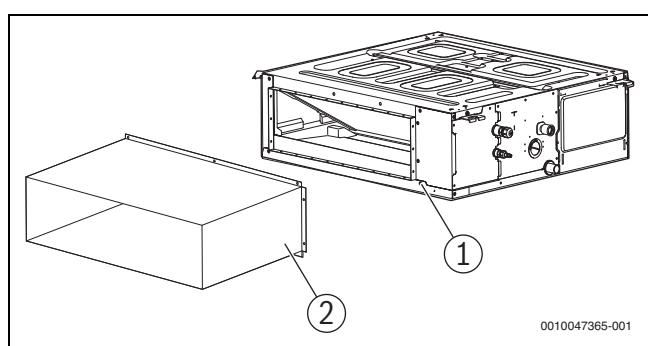

Bild 8
- Wenn der Luftaustritt vom Gerät weit entfernt ist und über eine Luftleitung aus Metall mit dem Luftaustrittsflansch des Geräts verbunden wird, muss die Auflagefläche zwischen den Metallkomponenten sorgfältig mit Schaumstoff abgedichtet und gedämmt werden (→ Abb. 8).